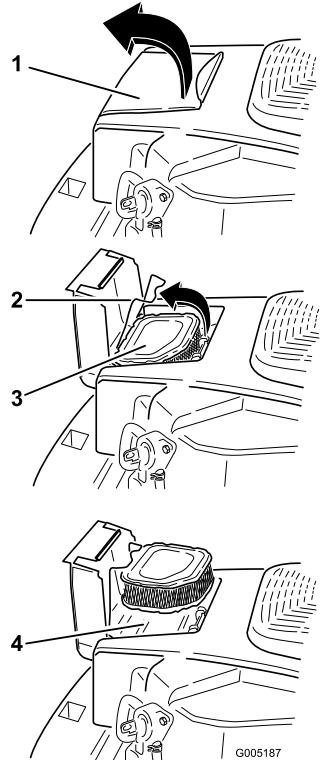

Figure 24
1. Ouvrez le couvercle du filtre à air situé sur le carter ventilateur pour accéder à l'élément du filtre à air (Figure 24).
2. Ouvrez le verrou et retirez l'élément du filtre à air (Figure 24).